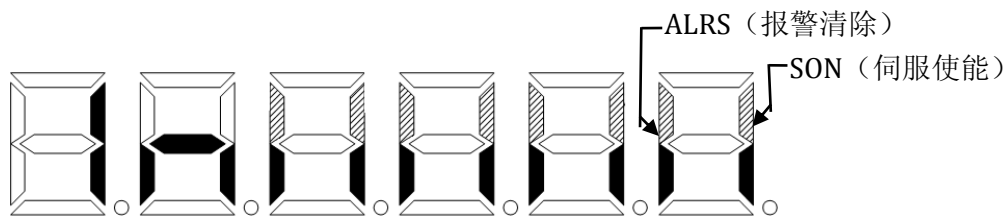
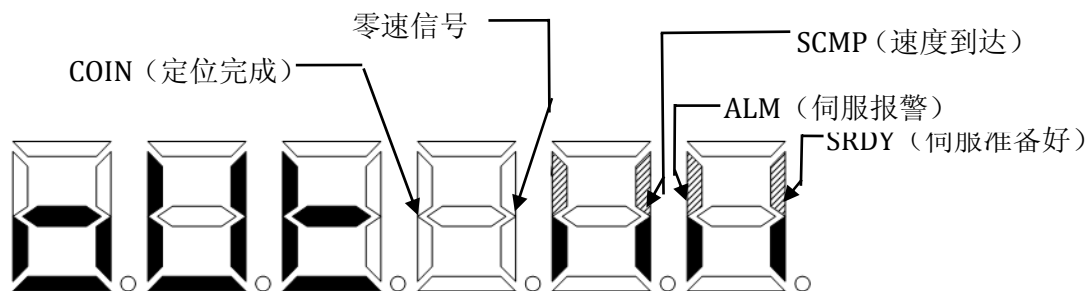
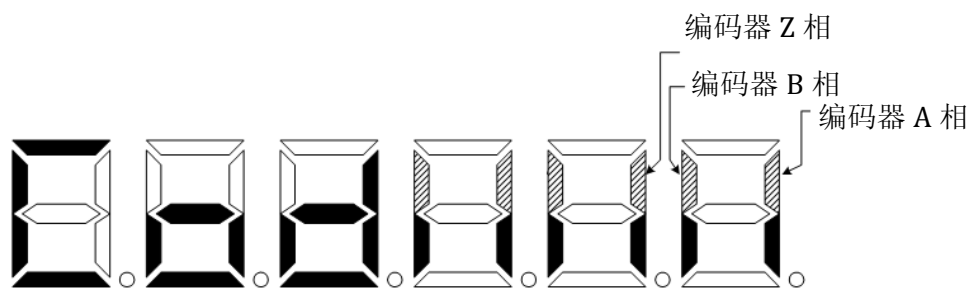

图 6.2.2 输入端子显示 (笔伐点亮表示 ON, 熄灭表示 OFF)
图 6.2.4 输出端子显示 (笔伐点亮表示 ON, 熄灭表示 OFF)
图 6.2.5 编码器信号显示 (笔伐点亮表示 ON, 熄灭表示 OFF)
- 注 8 输入端子显示如图 6.2.2、6.2.3 所示，输出端子显示如图 6.2.4 所示，编码器信号显示如图 6.2.5 所示。